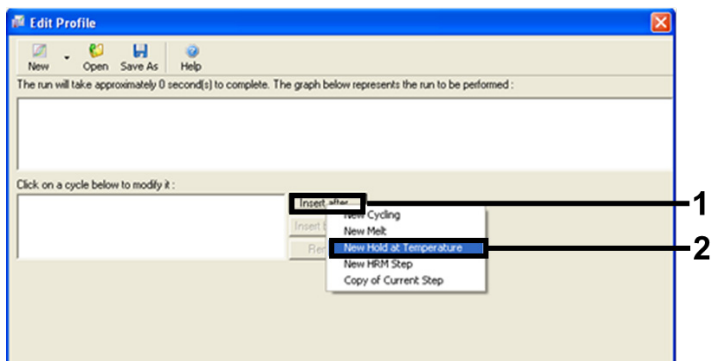

Figura 4. Inserción de un paso de incubación inicial.
- Haga clic en Insert after (Insertar después) y seleccione New Hold at Temperature (Nueva fase de temperatura) (figura 4).